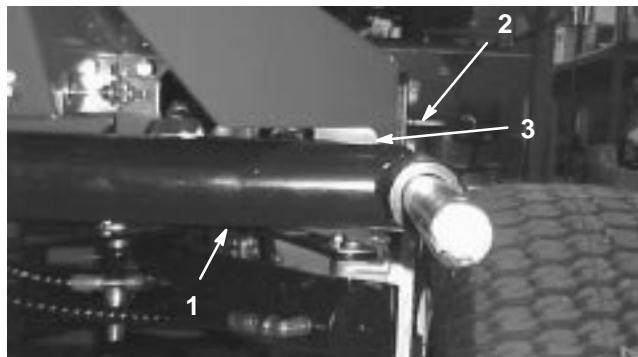
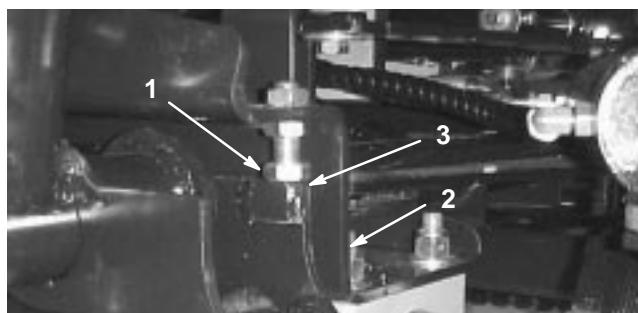
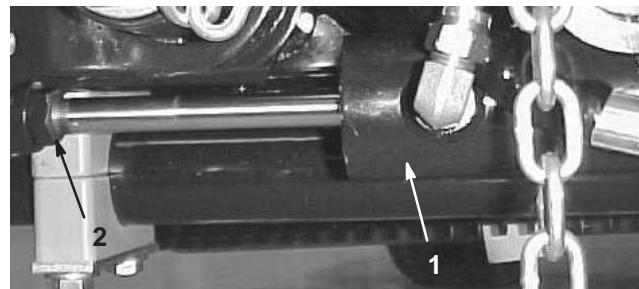

Bild 10
Bild 11
Bild 12
- Starten Sie den Motor, heben die Schneidwerke an und kontrollieren, ob der Abstand zwischen jedem Hubarm und dem Bügel auf der Bodenplatte zwischen 5 und 8 mm liegt (Bild 10). Drehen Sie die Anschlagschrauben (Bild 11) zurück und stellen den Zylinder so weit ein, dass sich der richtige Abstand ergibt, wenn der Abstand davon abweicht. Drehen Sie die Klemmmutter am Zylinder zu dessen Einstellung zurück (Bild 12), entfernen den Stift aus dem Stangenende und drehen den Lastbügel. Montieren Sie den Stift und prüfen den Abstand nach. Wiederholen Sie diesen Vorgang nach Bedarf. Ziehen Sie nun die Klemmmutter am Lastbügel fest.
- Kontrollieren Sie, ob der Abstand zwischen jedem Hubarm und der Anschlagschraube zwischen 0,13 und 1,02 mm liegt (Bild 11). Justieren Sie die Anschlagschrauben, bis sich der richtige Abstand ergibt, wenn der Abstand davon abweicht.